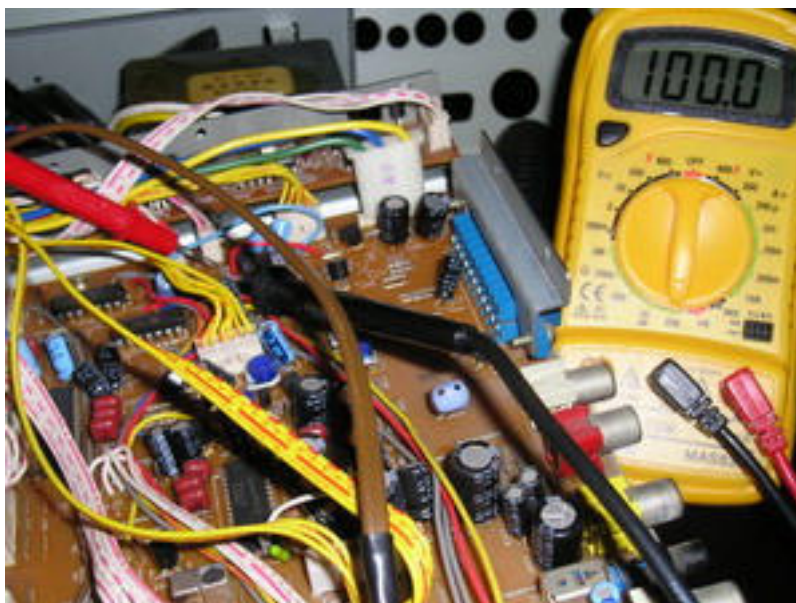

fig. 8
- En el **8280** la resistència R426 (fig. 8).